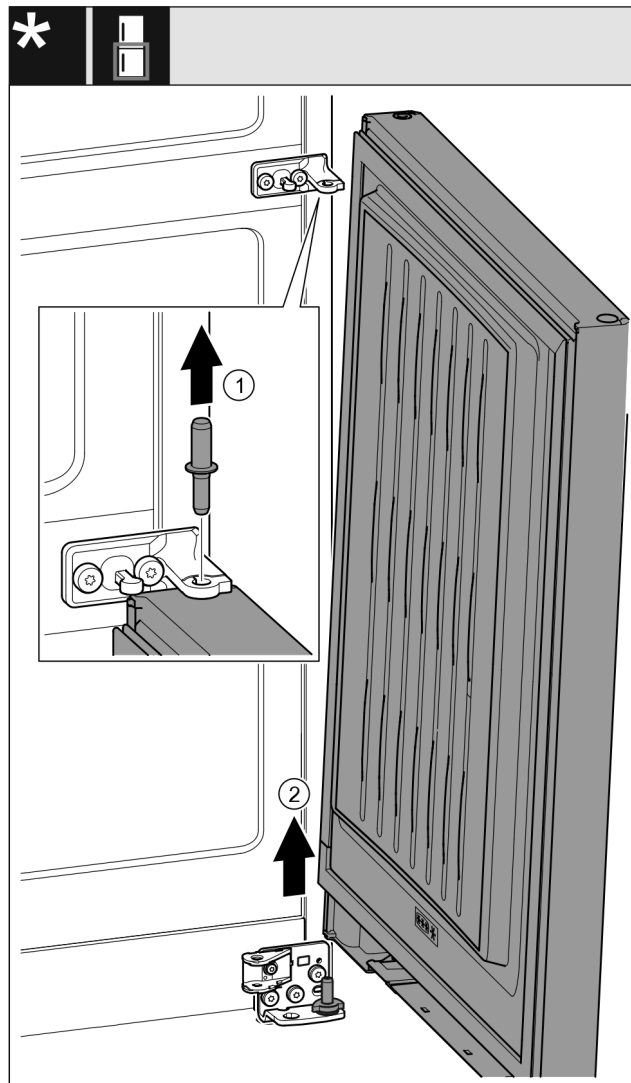

Fig. 18 S tlumičem zavírání*
- Čep Fig. 18 (1) vytáhněte nahoru.*
- Dveře Fig. 18 (2) kýváním vysadte a odložte stranou.*